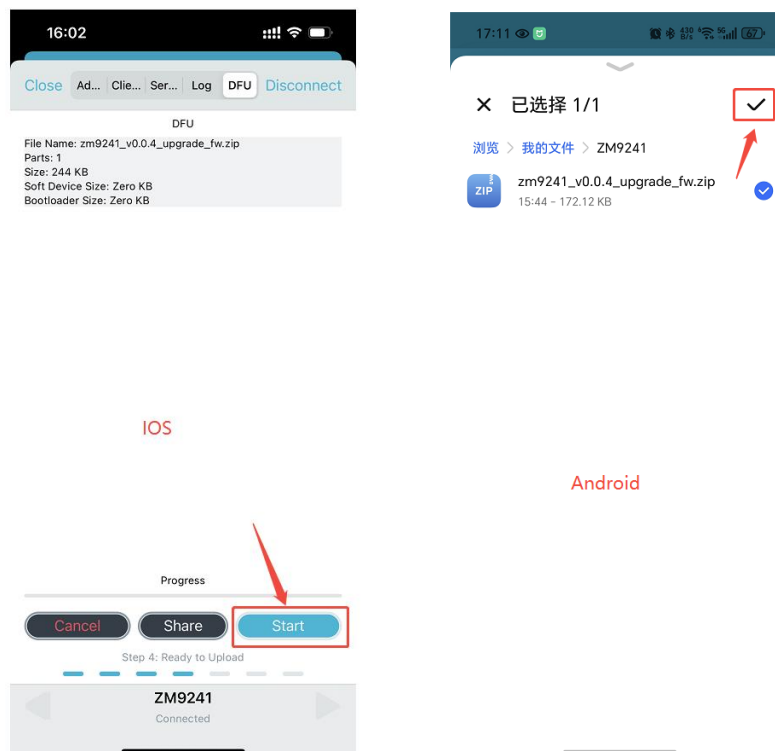

图 5.4 启动升级
4. 点击 Start 即可升级，如图 5.4 所示，升级完成模块会自动重启。